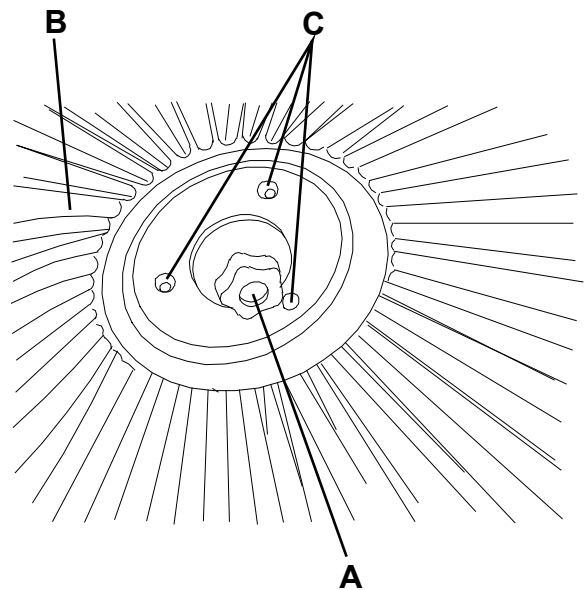

Abbildung 2
2. Hauptschalter (1) auf 0 stellen.
4. Knopf (A, Abb. 2) in der Mitte des Seitenbesens herausdrehen. Seitenbesen (B) von den drei Stiften (C) lösen und abnehmen.
5. Den neuen Seitenbesen in die drei Stifte (C) einrasten und am Gerät montieren. Knopf (A) eindrehen.